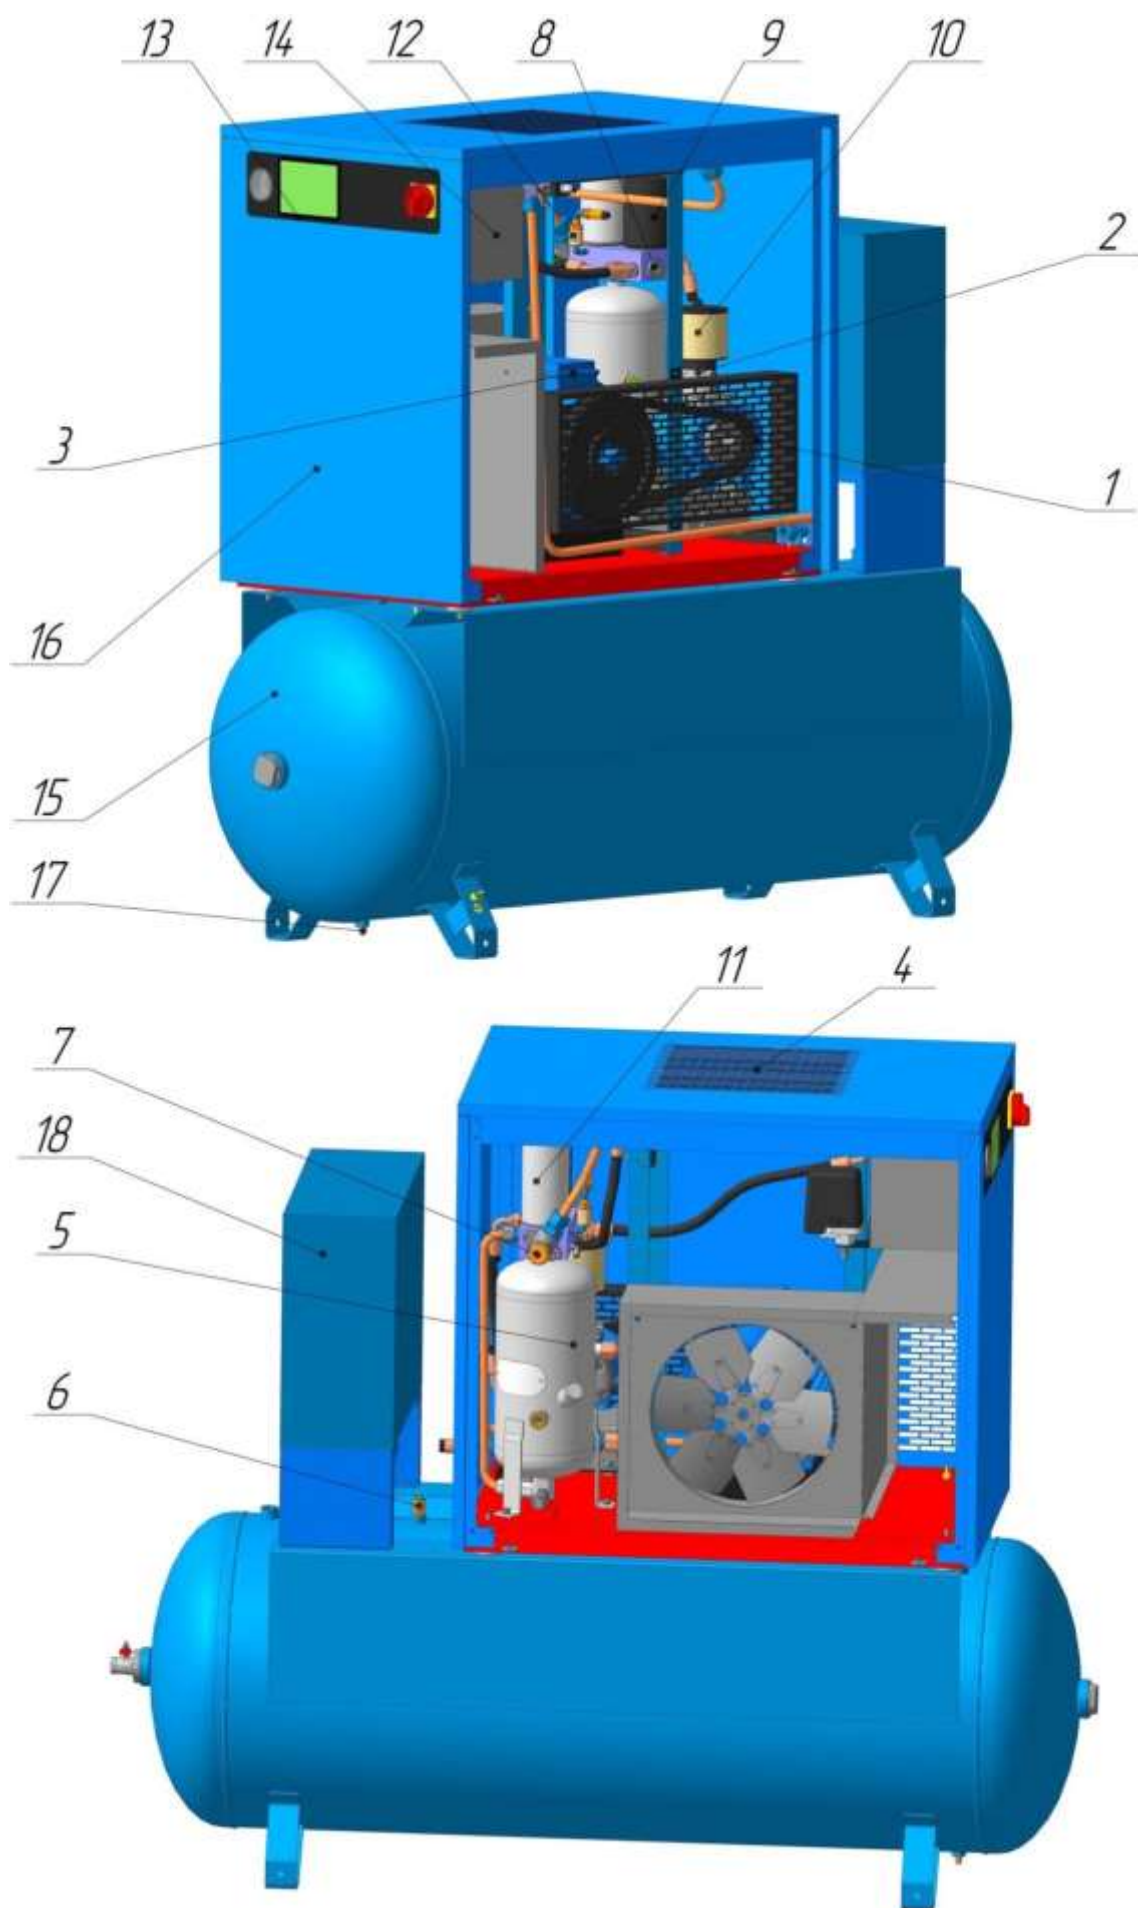

Рисунок 3 – Общий вид компрессорной установки ВК15Т-...-500Д
**18 –осушитель** (см. рисунок 3) предназначен для отделения влаги, содержащейся в сжатом воздухе.